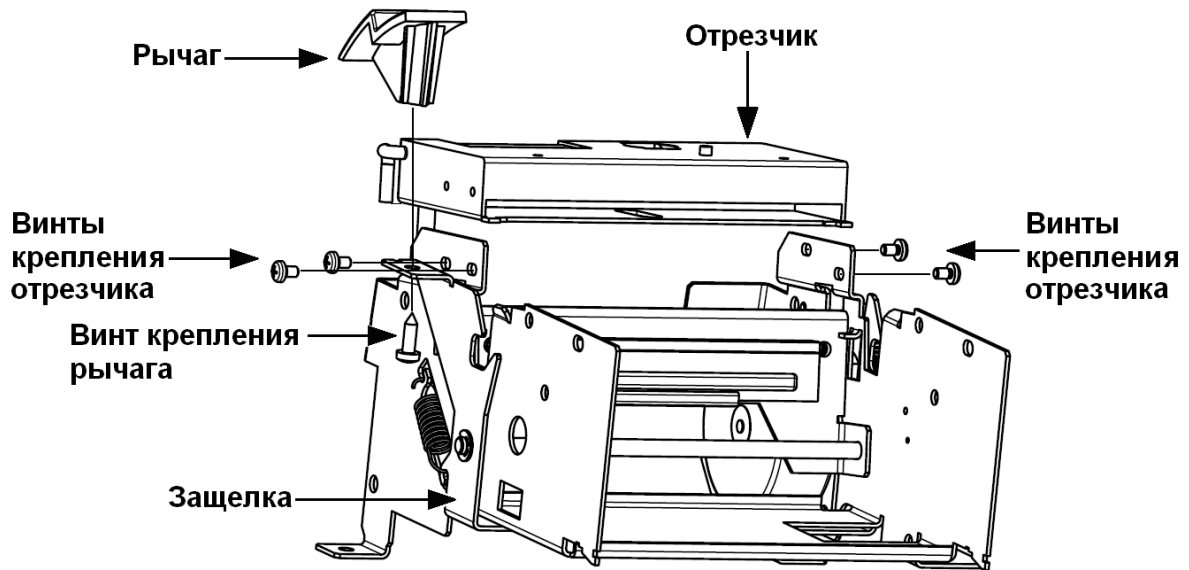

Рис.11 Снятие отрезчика
1. Снимите рычаг, открутив винт крепления рычага к защелке (см. Рис.11).
2. Снимите отрезчик, открутив 4 винта крепления отрезчика (см. Рис.11)